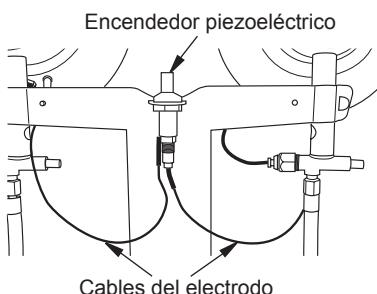

Figura 4. Conexión de los cables del electrodo al encendedor piezoelectrónico
5. Conecte los cables del electrodo al encendedor piezoelectrónico como se muestra en la figura 4.